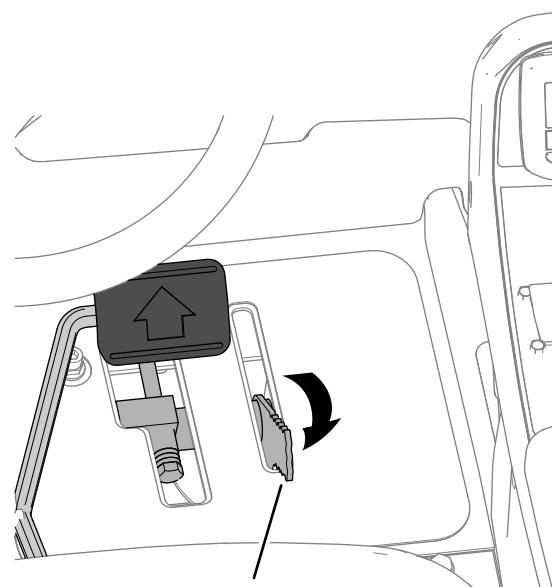

Bild 58
3. Stellen Sie den Hebel für den Mähgeschwindigkeitsbegrenzer nach hinten in die TRANSPORT-Stellung (Bild 58).